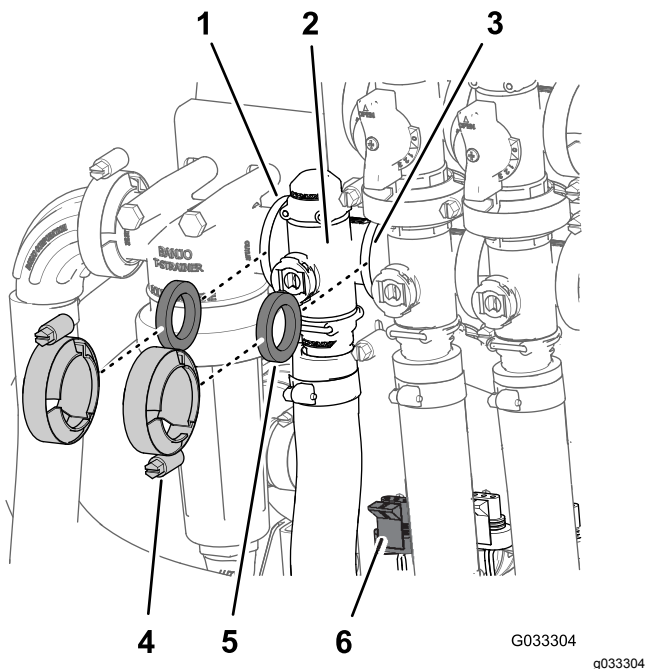

Bild 62
1. Entfernen Sie die Klemmen und Dichtungen, mit denen der Verteiler für das Dosierungsregelventil befestigt ist (Bild 62).